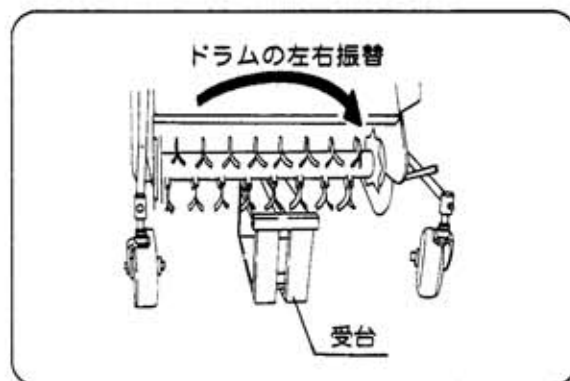

図53
- ⑤ 左右振替え後は分解の逆の順序で組付けてください。(図53)